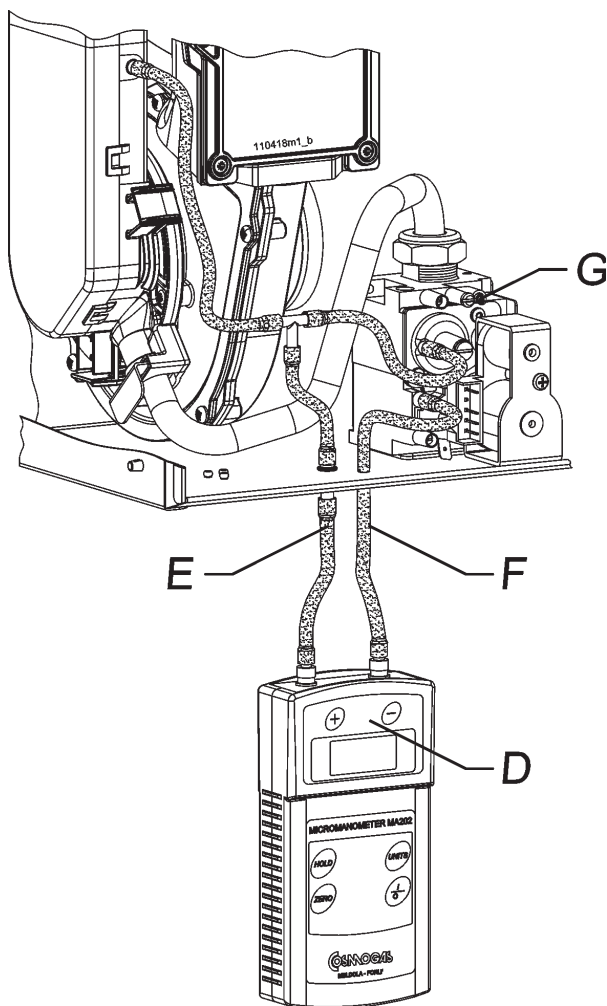

Рисунок 28 - Контроль давления газовой смеси
- установить трубку "F", которая идет от манометра через снятую заглушку "B" к штуцеру проверки давления "C" (см.рис.28),